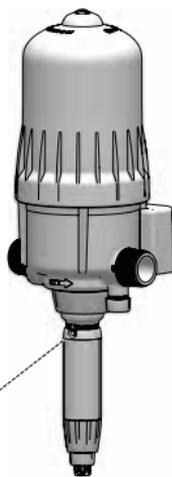

Fig. 13
- Apriete o afloje el manguito de ajuste para que las 2 puntas de la mirilla de visualización estén frente a la medida de dosificación escogida (**Fig. 13**).